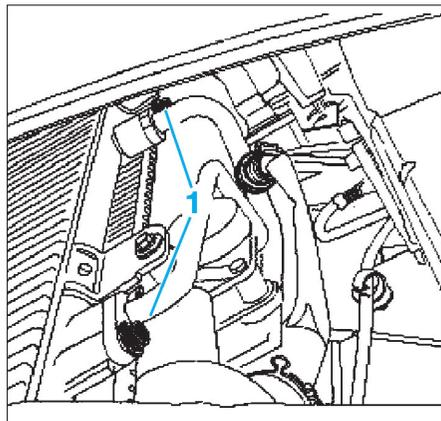

Fig. 5
- les vis (1) des raccords de tuyaux sur le condenseur (Fig.5),